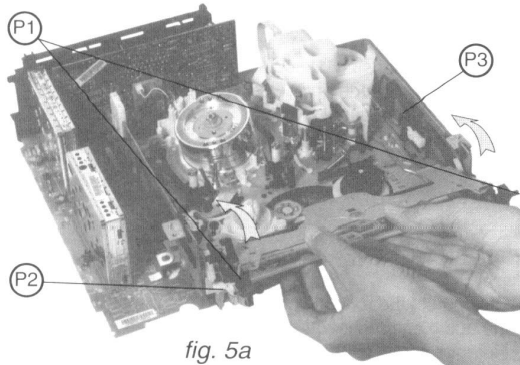

fig. 5a
WIEDEREINBAUEN: (Abb. 5a, 5b, 5c und 7)
- Die vorderen Ansätze des Kassettenträgers wie in Abb. 5a dargestellt einsetzen.
REFITTING: (fig. 5a, 5b, 5c und 7)
- Move the pins at the front of the cassette holder as shown in figure 5a.